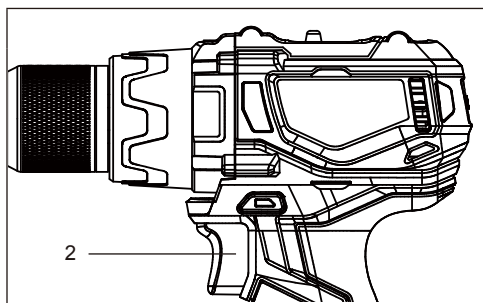

FIG. 6
L'interrupteur de marche avant/arrière (1) est commodément monté devant la gâchette (2), pour plus de commodité (Fig. 6). Pour faire tourner la perceuse dans le sens horaire pour le perçage, appuyez sur le bouton de marche avant/arrière vers la gauche. Pour que le mouvement rotatif de la perceuse s'effectue dans le sens antihoraire (pour dévisser), poussez le commutateur de marche avant/arrière vers la droite.